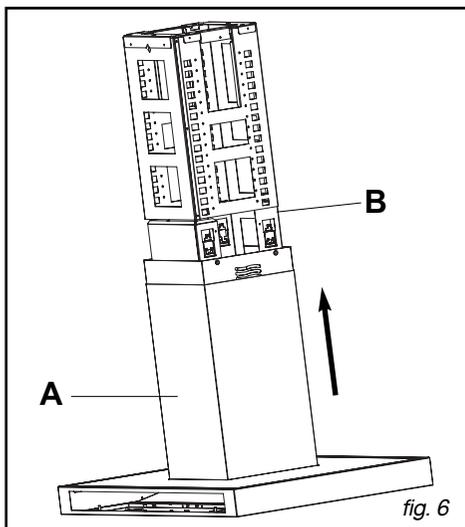
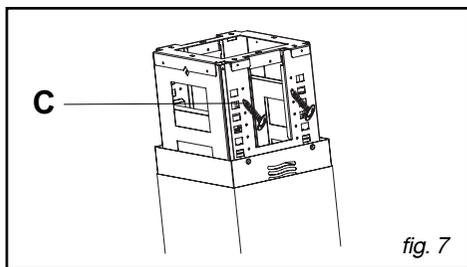

fig. 6
fig. 7
– Coloque as chaminés (fig.6-A) tendo o cuidado de colocar:
– Apoie-se na parte mais alta (B) para inserir o exaustor no suporte da chaminé.
– Quando atingir a altura pretendida, **aperte obrigatoriamente o aparelho com os 4 parafusos fornecidos** (fig.7-C).